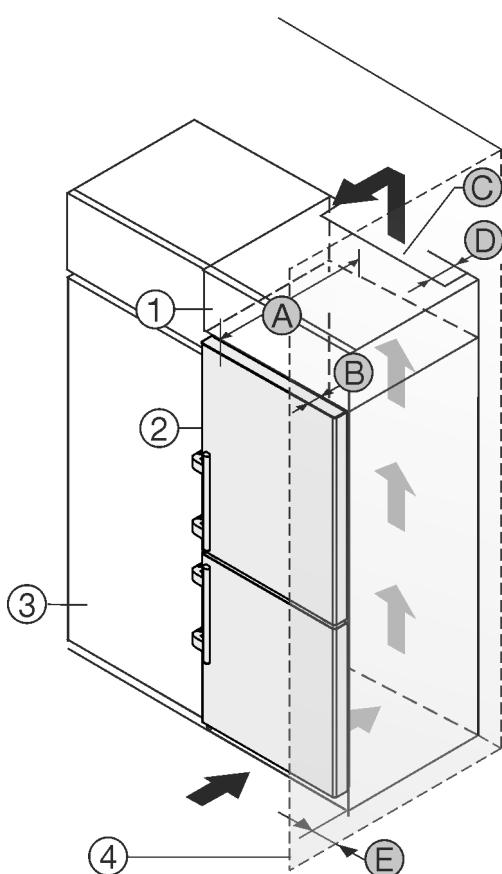

Fig. 2
您可以将冰箱直接放置在餐具柜 Fig. 2 (3) 旁边。\*
在附加柜背面必须有一个竖风道，其深度 Fig. 2 (D) 应超过整个附加柜宽度。\*
盖板下必须保有通风横截面 Fig. 2 (C)。\*
如果将带铰链的冰箱放置在墙壁 Fig. 2 (4) 边，冰箱和墙壁必须至少相距 57 mm。这取决于冰箱门打开时把手与墙壁的距离。
为了能完全打开门，冰箱必须凸出橱柜正面一定门深度 Fig. 2 (B)。根据餐具柜 Fig. 2 (3) 的深度，使用壁距调整垫片可以使冰箱更为凸出。\*